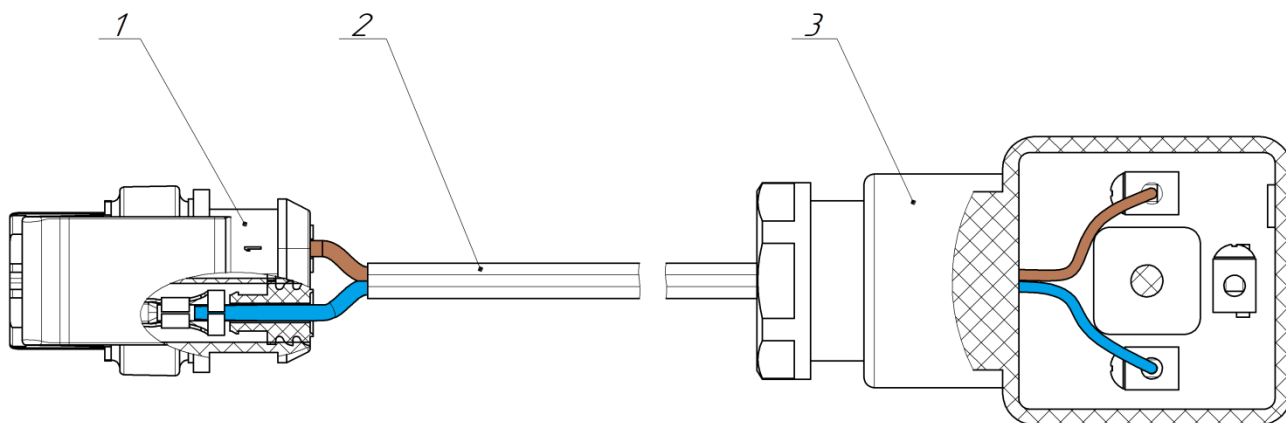

Рисунок 2.36
2.5.7 Установить на конец жгута (2 рис. 2.36) в поперечной балке розетку дивертора (3). Провода жгута необходимо подключить к параллельным контактам и надежно зафиксировать винтами.